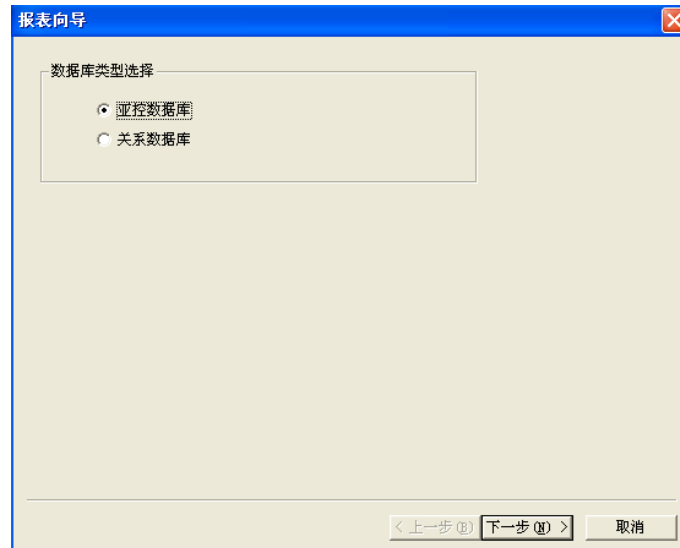

图 8-31
- 4、选中新建的报表窗口，弹出报表工具箱对话框。单击报表工具箱的 **➔** 按钮，弹出如图 8-31 所示的对话框。